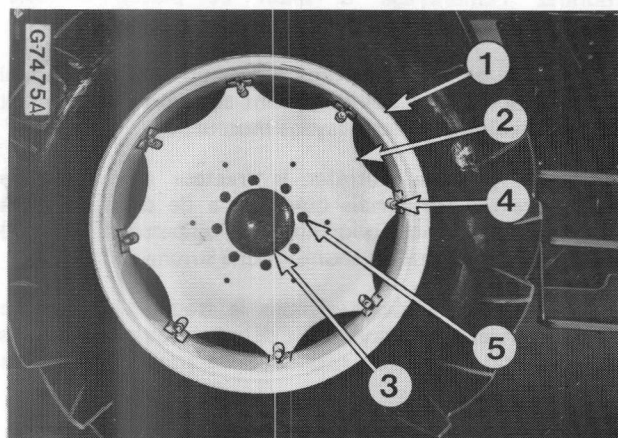

Figure 31 - Roue arrière.
Remarque : Le couple de serrage des boulons de jante (4, Fig. 31) et des écrous de roues (5) doit être impérativement vérifié après 2 à 5 heures de fonctionnement, puis après 8 à 10 heures. Resserrez si nécessaire. Voir «Couples spéciaux».